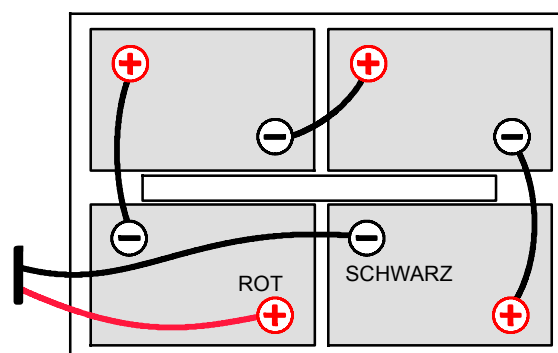

ABB. 3
3. Verwenden Sie die mitgelieferten Isolierungen der Batteriepole und verbinden Sie die Kabel mit den Batteriepolen, ROT AN DEN PLUSPOL (+) UND SCHWARZ AN DEN MINUSPOL (-) (Abbildung 3).